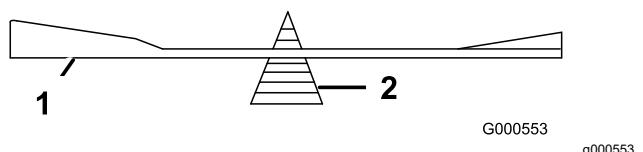

Figure 79
2. Vérifiez l'équilibre de la lame en la plaçant sur un équilibrEUR (Figure 79).